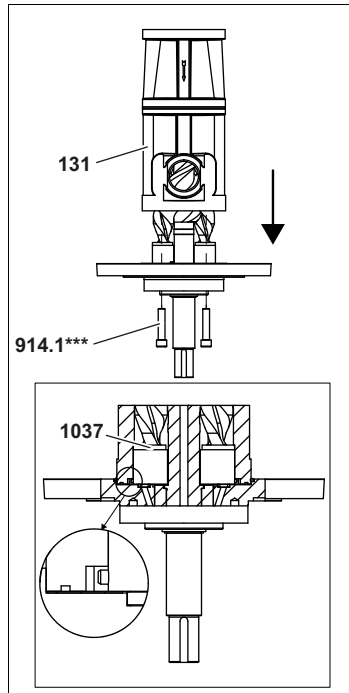

Fig. 29
5. Placer les vis annexes **661.2** à gauche et à droite de la vis principale et les orienter précisément sur une ligne. Pousser le boîtier de pompe **131** sur le groupe enfichable prémonté, ce faisant respecter la position des douilles de serrage dans les coussinets, voir Fig. 29, page 39.